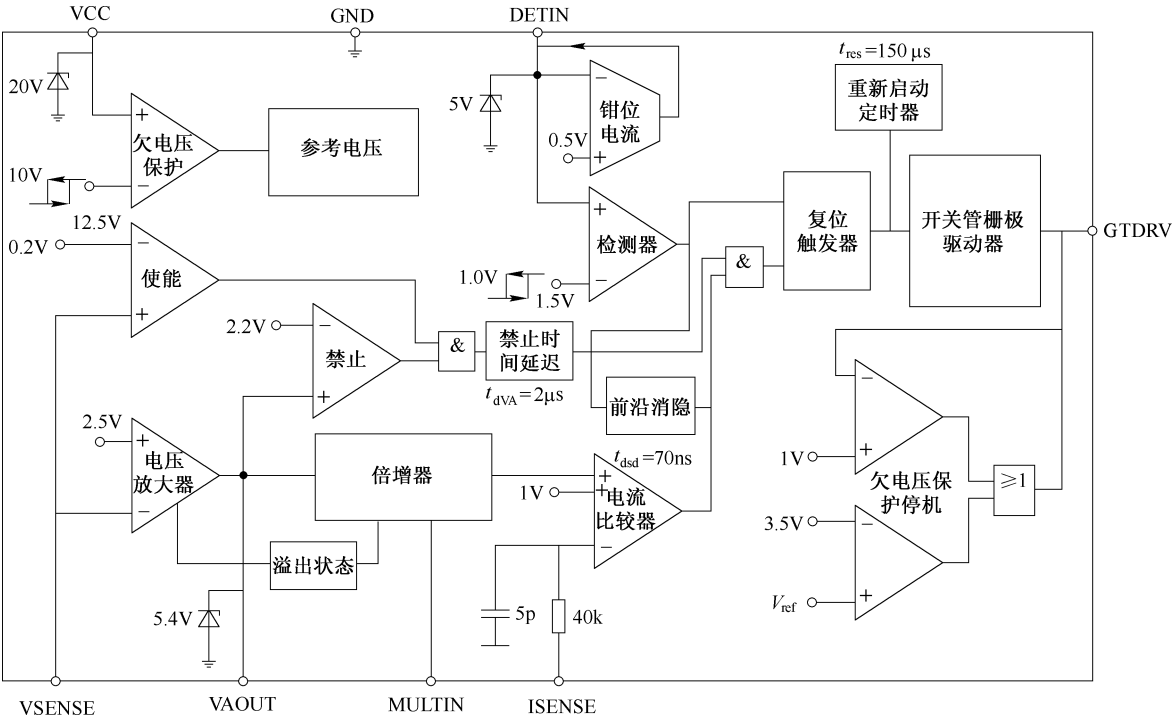

图 1-61 TDA4863G 内部电路框图
TDA4863G 是一种新型功率因数校正控制器，其内部电路框图如图 1-61 所示。它的内部集成有高精度的基准电压源、启动定时器、误差放大器、模拟乘法器、电流检测放大器、RS 锁存器、MOSFET 驱动级以及过电压保护、过电流保护和欠电压锁定 (UVLO) 电路等。TDA4863G 构成的离线式有源功率因数校正前量变换电路，其特点是储能电感电流为零时，MOSFET 才进入导通，这样有效降低了开关管的应力 and 损耗。基于零电流导通开关管的驱动脉冲没有死区，因此输入电感电流是连续平滑的正弦波，进一步提高了电路的单位功率因数 (PF) 值。TDA4863G 有 P-PID-8 和 PDSO-8 两种塑封形式。它应用于长虹 HS210-4N10、TCL LCD32K72 等液晶彩电电源板中。TDA4863G 引脚功能和维修数据见表 1-77。